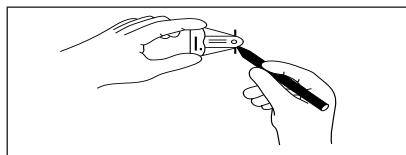

РИС. 8
- Когда магнит в устройстве MAGNA-FINDER™ будет расположен перпендикулярно основанию MAGNA-FINDER™, пометьте ткань хирургическим маркером в местах двух меток, имеющихся на основании устройства MAGNA-FINDER™. Линия между этими двумя пометками указывает положение одной плоскости, как показано на Рис. 8. Гнездо MAGNA-SITE™ расположено в одной точке на указанной плоскости.